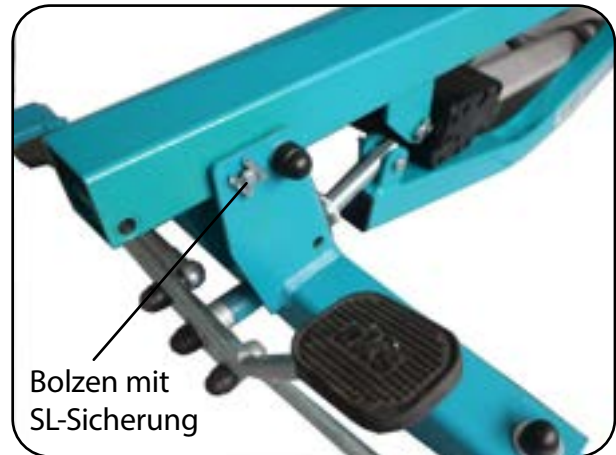

Abb. 6.2.02 – Standmastaufnahme
4. Entfernen Sie die SL-Sicherung und danach den Bolzen aus der Bohrung zur Transportsicherung an der Standmastaufnahme (Abb. 6.2.02).